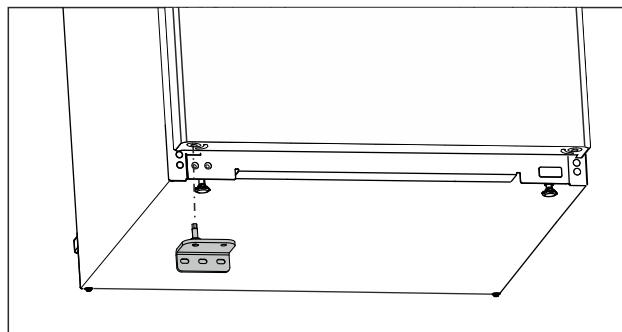

Fig. 24
- Vendosni bazamentin mbështetës të poshtëm në anën e kundërt. (shihni Fig. 24)